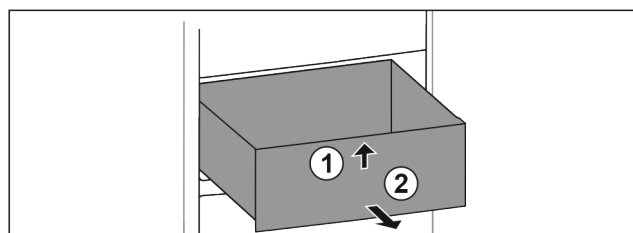

Fig. 138
- Schubfach vorne anheben. Fig. 138 (1)
- Schubfach nach vorne entnehmen. Fig. 138 (2)